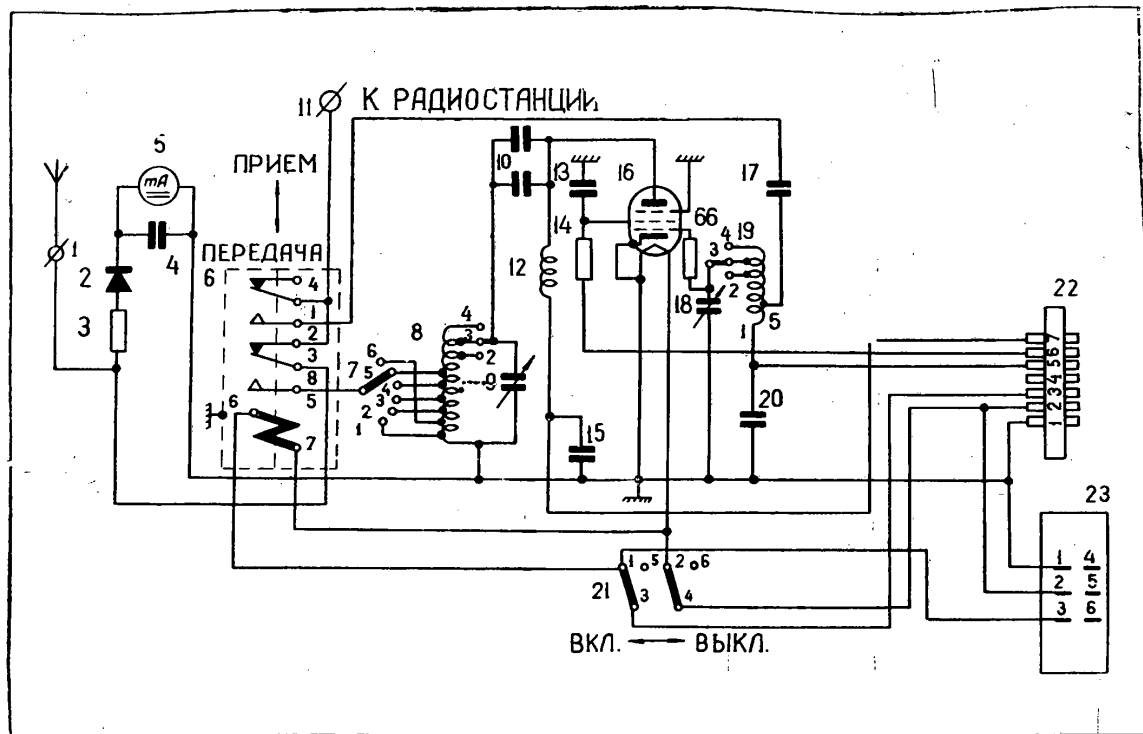

Рис. 3. Принципиальная схема блока высокой частоты.
18. Блок высокой частоты (рис. 3) собран на лампе ГУ-50 по двухконтурной схеме.
Отводы (1—4) соответствуют диапазону радиостанций Р-109д и Р-114д; отводы (1—3) соответствуют диапазону радиостанции Р-108д; отводы (1—2) соответствуют диапазону радиостанции Р-105д (см. рис. 3).